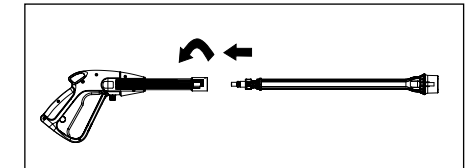

Figure 10
1. Insérer la lance à branchement rapide dans le pistolet et tourner dans le sens des aiguilles jusqu'à la butée positive tel qu'illustré sous la figure 10.